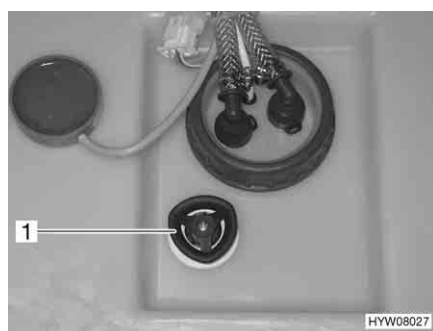

Fig. 188 Maniglia girevole (serbatoio dell'acqua)
- Sul serbatoio dell'acqua, ruotare la maniglia girevole (Fig. 188,1) in senso orario fino all'arresto.
- Sul serbatoio dell'acqua, ruotare la maniglia girevole (Fig. 188,1) in senso antiorario fino all'arresto. L'acqua fuoriesce fino a ca. 20 litri.
- Sul serbatoio dell'acqua ruotare la maniglia girevole (Fig. 188,1) in senso antiorario, oltre la resistenza verso l'esterno fino all'arresto, per aprire completamente l'apertura di scarico.